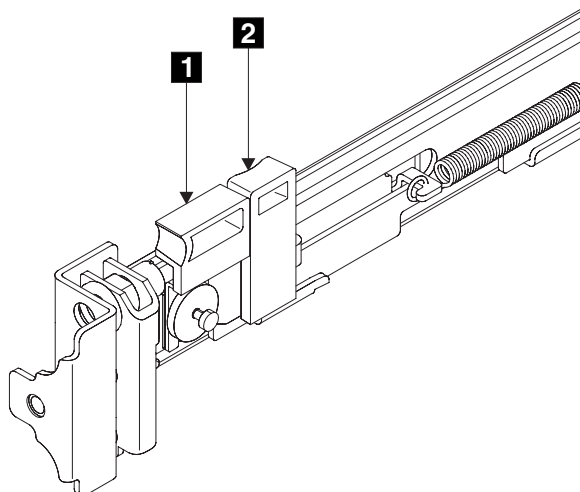

図 63. ラッチ・ロック・キャリアを引っ込める
2. 人差し指をラッチ・レバー **1** (87 ページの図 63) の側面に当て、親指をラッチ・ロック **2** の前面に当てます。